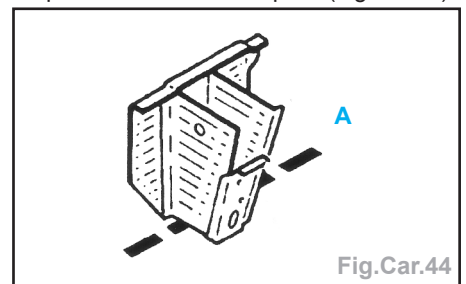

Fig.Car.44
- partielle suivant la coupe A (Fig.Car.44).